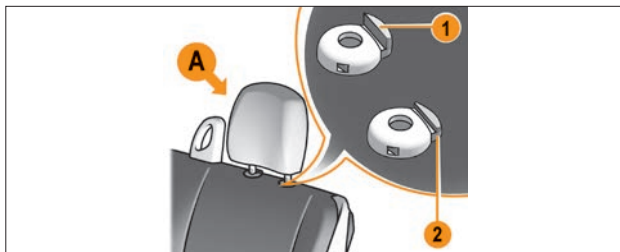

Рис. 2.2.1. Подголовники типа А сиденья второго ряда (в варианном исполнении)
- Подголовники типа А (рис. 2.2.1).
Чтобы опустить его вниз, нажмите одновременно на фиксатор 1 (рис. 2.2.1 или 2.2.2) и на подголовник.
Снятие подголовников. Одновременно нажмите на фиксаторы 1 и 2 (рис. 2.2.1 или 2.2.2) каждого стержня подголовника, затем вытяните подголовник.